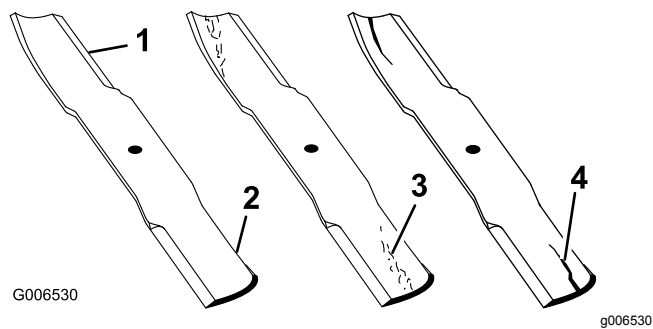

Figura 89
1. Controllate i taglienti (Figura 89).
- Se notate incrinature, usura o scanalature in questa zona, montate immediatamente una nuova lama (Figura 89).